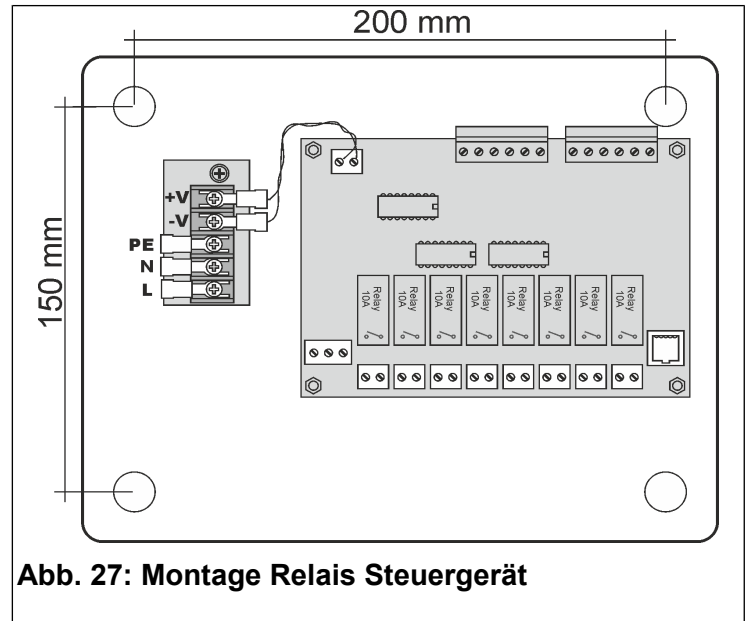

Abb. 27: Montage Relais Steuergerät
Für die Montage des Steuergeräts (Abb. 27) wie folgt vorgehen:
- Das Relais Steuergerät mittels der 4 Bohrungen am Boden befestigen (Abb. 27).
Den Erdleiter an die entsprechende mitgelieferte Gabelklemme anschließen, siehe hierzu Abb. 27. Die Gabelklemme eignet sich für Kabel mit Querschnitt 0,5-1,5mm².